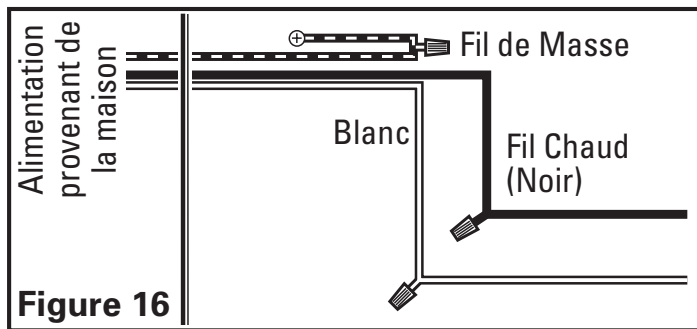

Figure 16
3. A partir de l'endroit d'où vous avez accès à l'intérieur de la boîte de connexion, branchez le fil blanc à partir du boîtier au fil blanc du socle de lumière. Branchez le fil noir à partir de l'interrupteur mural au fil noir du socle de lumière. Connectez le fil de mise à la terre provenant de la maison au fil vert à la vis de mise à la terre (**Figure 16**). Utilisez des méthodes approuvées pour toutes les connexions.